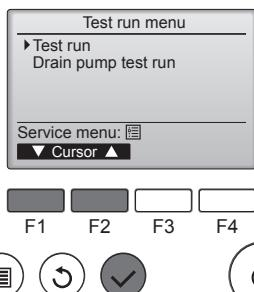

Fig. 7-2
- ② W menu ruchu próbnego wybrać pozycję "Test run" (Ruch próbny), a następnie nacisnąć przycisk [WYBIERZ]. (Fig. 7-2)
- ③ Rozpocznie się operacja ruchu próbnego i zostanie wyświetlony ekran operacji ruchu próbnego.